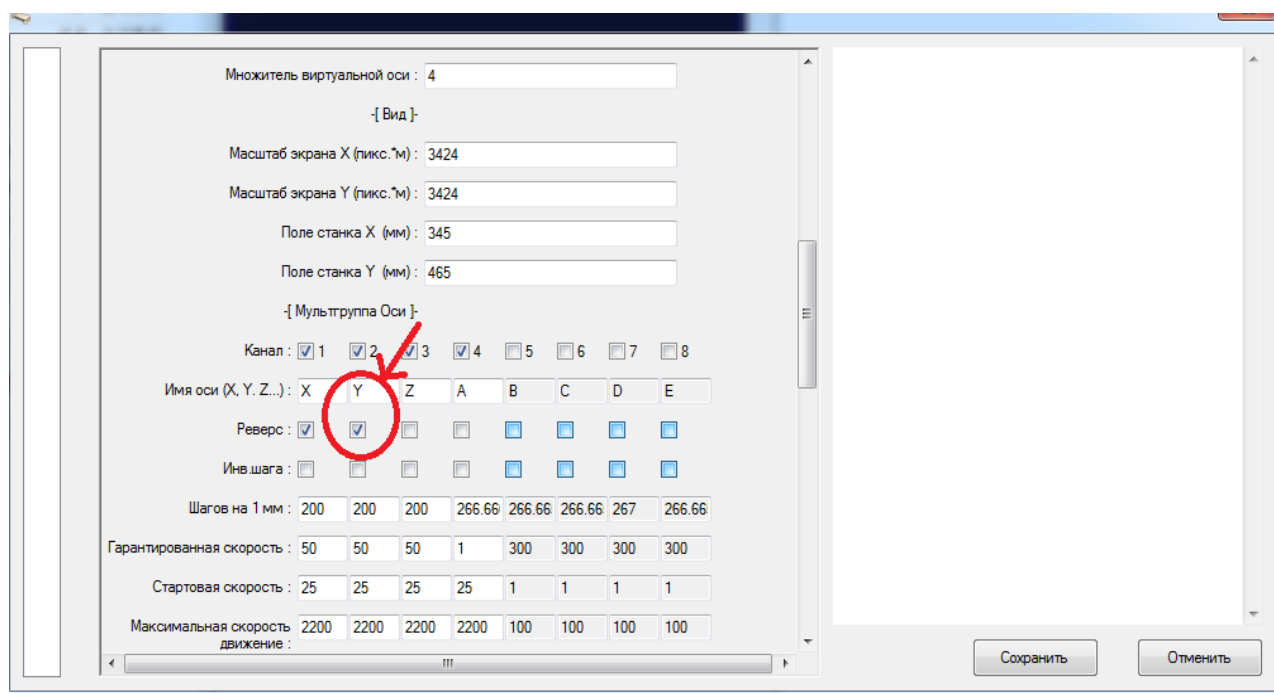

Рисунок 18. Реверс по оси «Y»
9) Откройте «Файл»>>«Настройки»и найдите графу «Реверс». Выберите «Y» . Если напротив «Реверс» галочки нет, поставьте галочку. Если галочка есть- уберите ее. И нажмите сохранить. После этого портал будет двигаться в верном направлении, рисунок 18